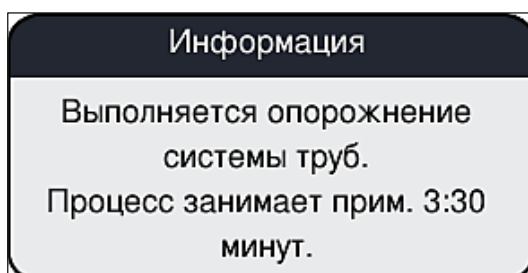

Рис. 106
6. На экране появляется информационное сообщение (→ Рис. 106) с указанием продолжительности процесса. Как только процесс продувки завершается, сообщение исчезает с экрана.